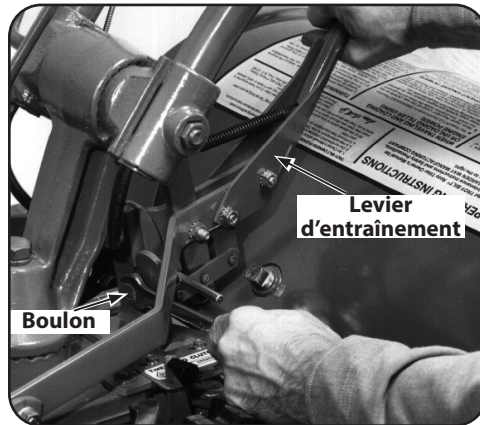

Figure 5-17
5. D'une main, retenez le levier d'entraînement en position MARCHÉ AVANT pendant que vous desserrez le boulon derrière le bloc de réglage à l'aide d'une clé de 9/16 po (n'enlevez pas le boulon). Voir Figure 5-17. Le bloc de réglage doit pouvoir être déplacé vers le haut ou vers le bas.